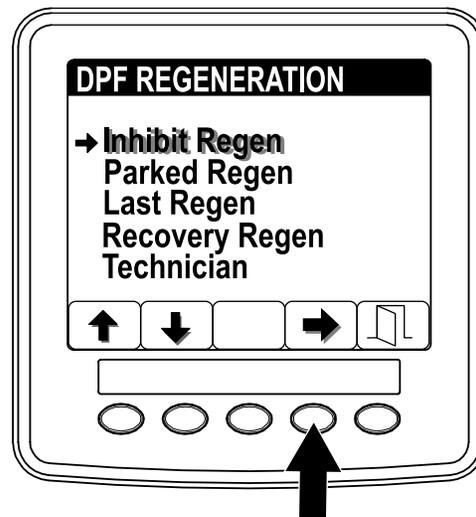

Figure 41
1. Ouvrez le menu DPF Regeneration, appuyez sur le bouton 1 ou 2 et naviguez jusqu'à l'option INHIBIT REGEN (interdiction de régénération) (Figure 41).
2. Appuyez sur le bouton 4 pour sélectionner l'option Inhibit Regen (Figure 41).